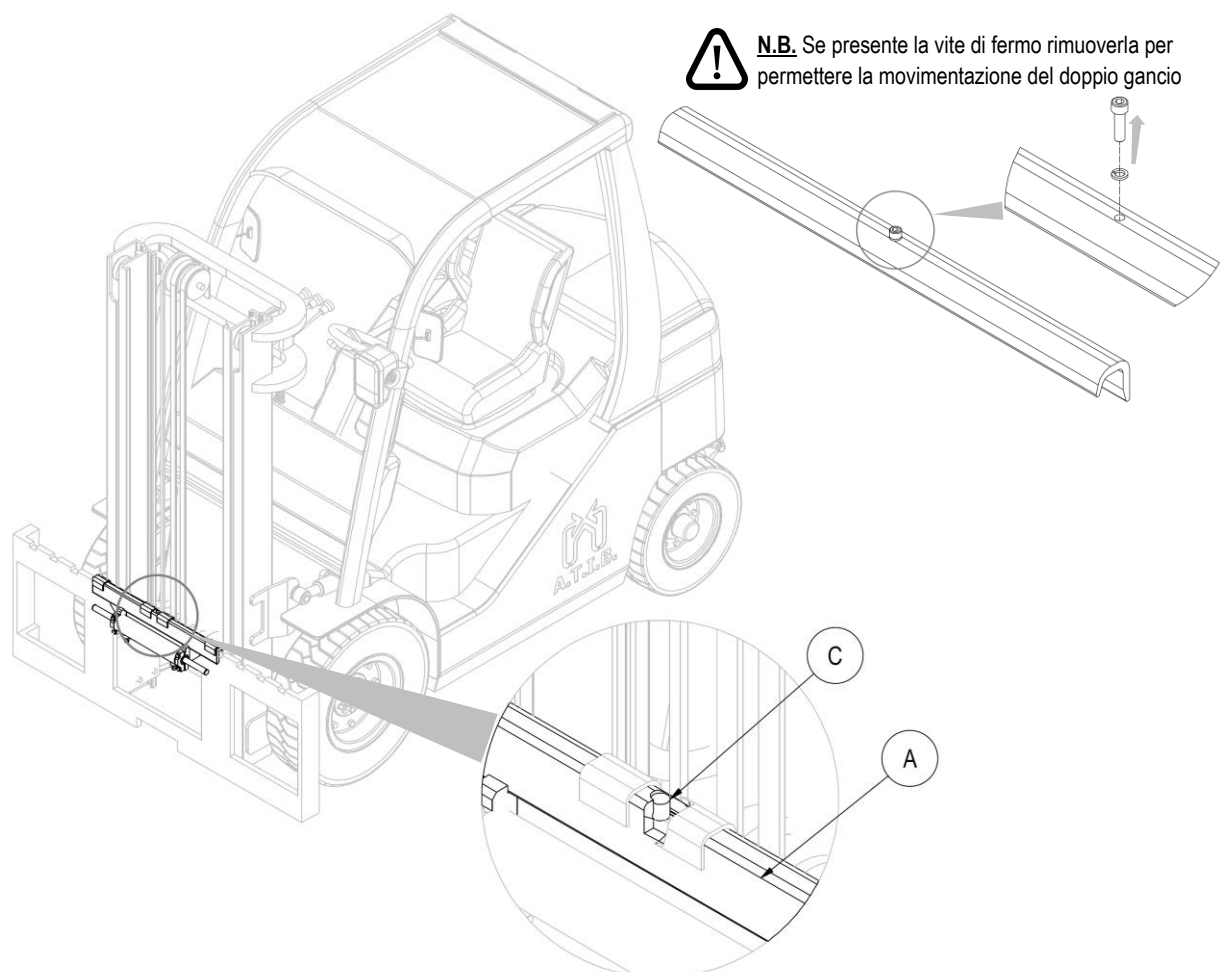

Figura 8
4. Prendere manualmente il doppio gancio A (con le relative bocche di scorrimento e con il relativo cilindro traslatore), e posizionarlo sul profilo superiore della piastra porta forche, avendo cura di incastrare il perno di centraggio C nella tacca centrale della stessa (vedi *Figura 8*).